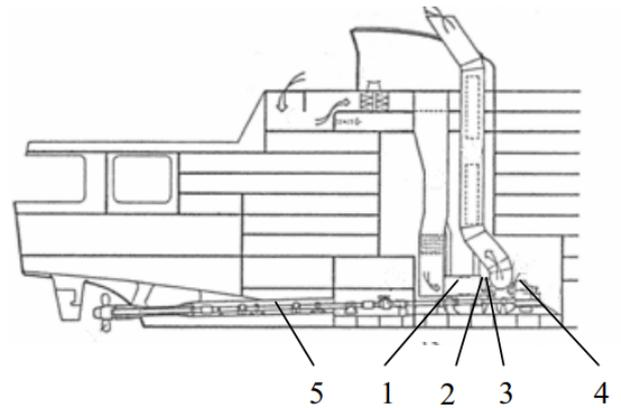

Abb. 1: Antriebsanlage der FINNJET
E-KB 3 Das nachfolgende Diagramm 1 zeigt die Kennlinie der Fliehkraftkupplung aus Abbildung 1. Nennen Sie mindestens drei Maßnahmen zur Erhöhung des übertragbaren Drehmoments bei einer vorgegebenen Drehzahl.
Die Antriebsanlage eines Fährschiffs besteht aus einer Gasturbine (1) mit einer Nennleistung von 27.500 kW bei einer Nenndrehzahl von 3.800 U/min. Diese Gasturbine ist über eine Lamellenkupplung (2) und eine weitere Kupplung (3) mit einem Getriebe (4) verbunden, welches das Drehmoment der Gasturbine an die Schiffswelle (5) weiterleitet. (Abb. 1 und 2).
Ein Schiffsdiesel treibt über eine Fliehkraftkupplung einen Propeller an. Die Daten der Fliehkraftkupplung sind in **Abb. 1** angegeben. Für den Reibwert μ zwischen dem Reibbelag und dem Außenteil der Kupplung ist ein Wert von 0,3 anzunehmen. Jede der beiden eingesetzten, ungespannten Federn besitzt eine Federsteifigkeit c von 10^7 N/m.